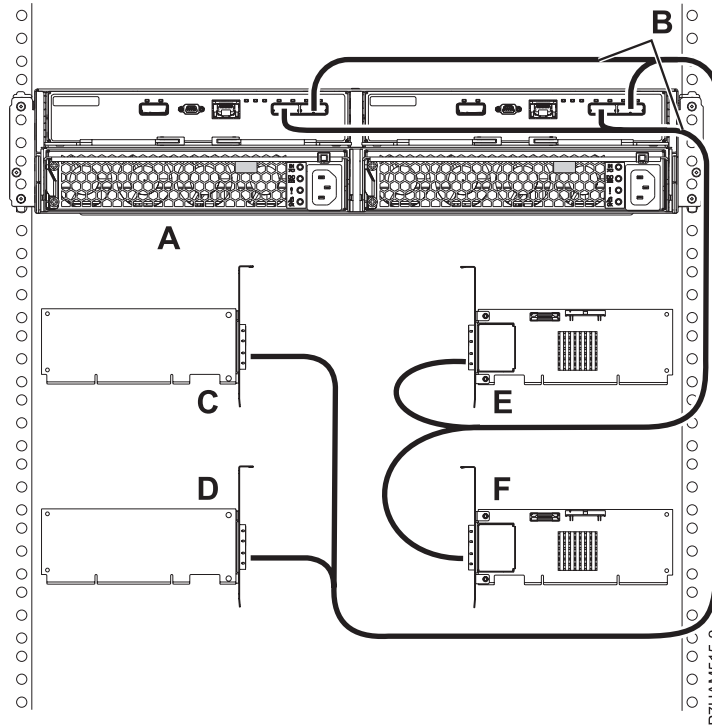

Figure 42. Connexion de mode 4 d'un boîtier d'unité de disque 5887 via des câbles X à quatre adaptateurs SAS indépendants
18. Effectuez la connexion de mode 4 d'un boîtier d'unité de disque 5887 (A) via des câbles X (B) à quatre adaptateurs SAS indépendants. Voir figure 42, à la page 44.